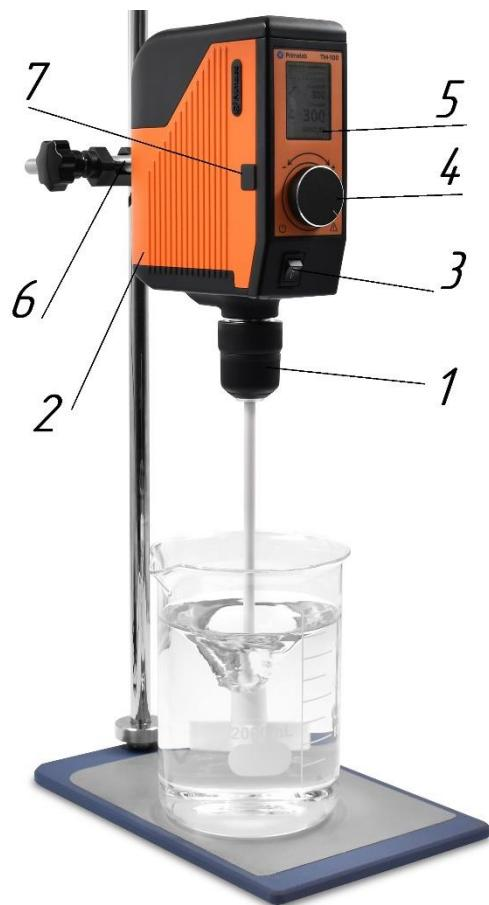
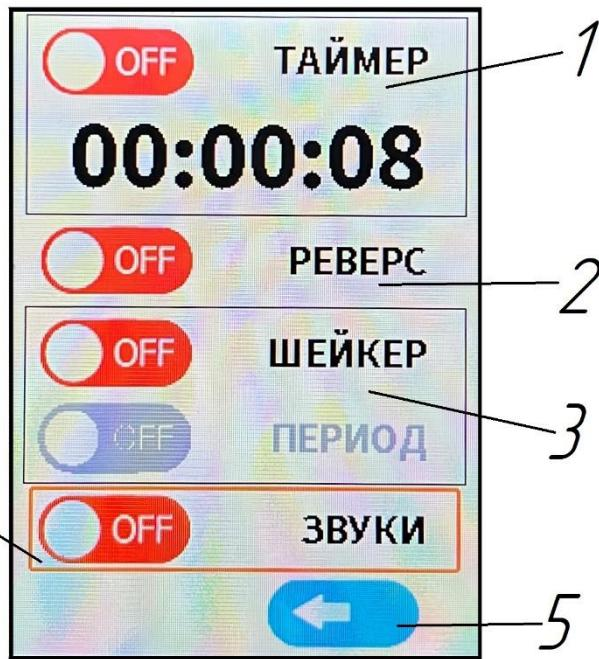

Рис. 1 Конструкция прибора
Рис. 3 Меню прибора
9.2.1 Управление прибором осуществляется с помощью ручки валкодера 4 рис. 1, которую можно вращать по часовой и против часовой стрелки, а также нажимать на неё для срабатывания встроенной кнопки.
9.2.2 С помощью ручки валкодера 4 рис. 1 установить на дисплее необходимую скорость вращения;
9.2.3 Для начала или остановки вращения необходимо кратковременно нажать на ручку валкодера 4 рис. 1. В процессе перемешивания допускается изменять заданную скорость не останавливая процесс перемешивания;
9.3.2 Для входа в меню прибора (Рис.3) необходимо нажать на ручку валкодера 4 рис. 1 с удержанием её 3 секунды;
9.3.3 Для отключения системных звуков прибора необходимо перевести движок 4 рис. 3 из позиции  в позицию  ;
9.3.4 Для выхода из меню прибора (Рис.3) необходимо нажать на ручку валкодера 4 рис. 1 с удержанием её 3 секунды или после бездействия прибор через 15 секунд самостоятельно выйдет из меню с установленными настройками.
9.4.2 С помощью ручки валкодера 4 рис. 1 перевести движок 1 рис. 3 из позиции в позицию .
9.4.3 С помощью ручки валкодера 4 рис. 1 перейти на установку времени таймера и задать необходимое значение, и выйти из меню;
9.4.8 Для выключения таймера необходимо перевести движок 1 рис. 3 из позиции  в позицию .
9.5.1 Для изменения направления вращения вала прибора необходимо с помощью ручки валкодера 4 рис. 1 перевести движок 2 рис. 3 из позиции  в позицию ;
9.6.2 Для запуска данной опции необходимо войти в «Меню» с помощью ручки валкодера 4 рис. 1 и перевести движок «Шейкер» в окне 3 рис. 3 из позиции  в позицию .
9.6.3 Выйти из «Меню» и установить необходимую скорость перемешивания и выполнить запуск с помощью ручки валкодера 4 рис. 1. Вал прибора будет выполнять вращательное движение влево-вправо. На данной опции максимальная скорость 200 об/мин.
9.6.4 Данная опция включает в себя вращательное движение влево-вправо с заданным периодом (не более 10 секунд). Для включения данной опции необходимо выбрать с помощью ручки валкодера 4 рис. 1. войти в «Меню», перевести движок «Шейкер» в окне 3 рис. 3 из позиции  в позицию  . Далее в том же окне установить период вращения вала, от 1 до 10 секунд, выйти из «Меню» и запустить вращение с помощью нажатия ручки валкодера 4 рис. 1.